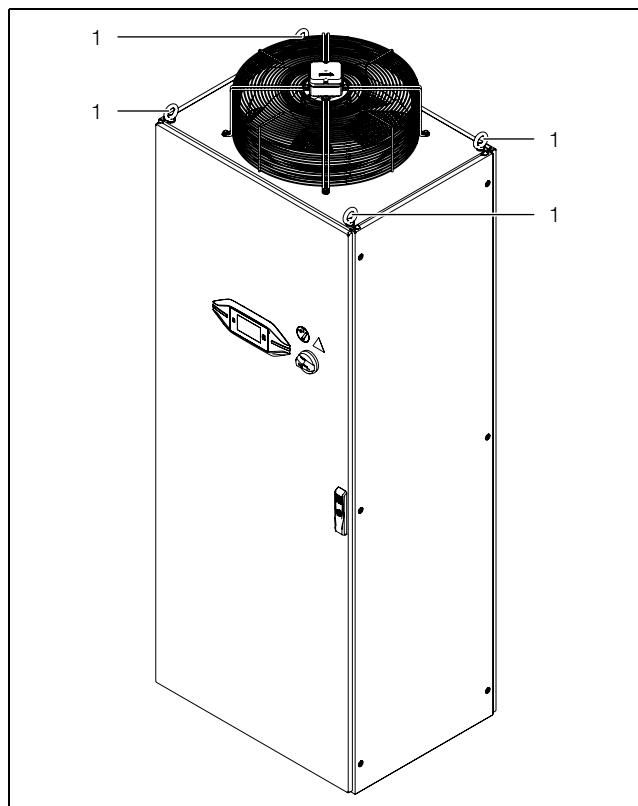

Imagen 6: Transporte
- mediante los cáncamos de transporte con la ayuda de un elevador (imagen 6, pos. 1) o
- con la ayuda de una carretilla elevadora, introduciéndola por la parte inferior y levantando lateralmente (imagen 6, pos. 2).